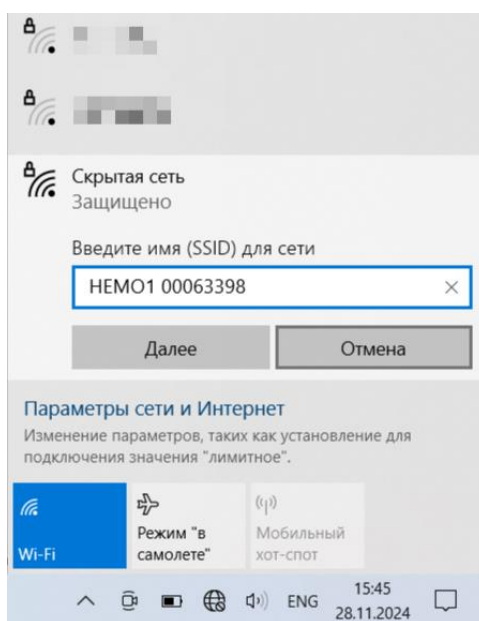

Рисунок 16
- ввести наименование и заводской номер счетчика на латинице как показано на Рисунок 16.